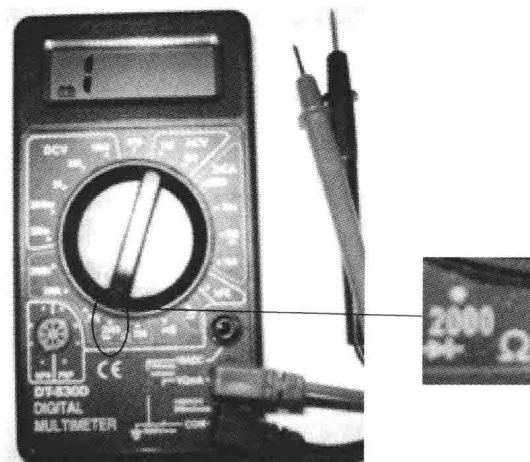

图 7-14 转换开关置于二极管挡
- (1) 将红表笔插入 V Ω mA 插孔，黑表笔插入 COM 插孔。
- (2) 将转换开关旋至 Ω 挡的二极管测量位置，如图 7-14 所示。